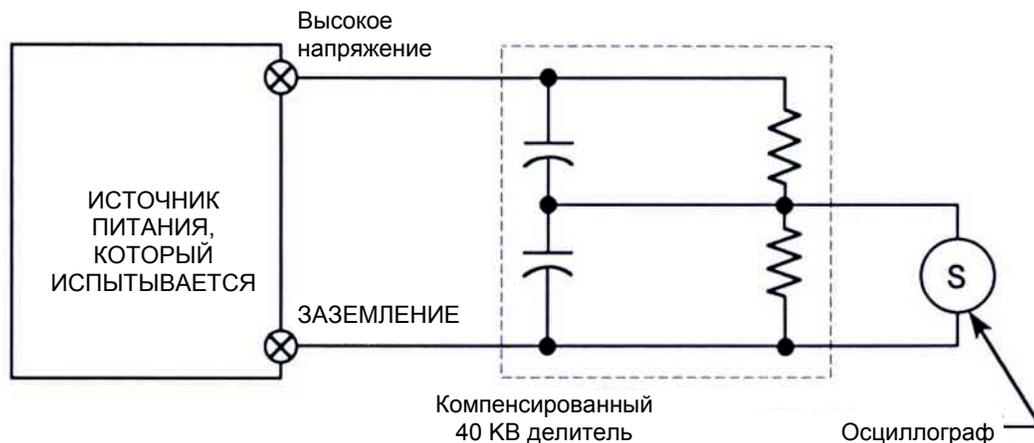

**Рис. 12 Измерение пульсации**
5.5.4 Наблюдайте за динамической реакцией выходного напряжения, используя контрольный прибор пульсации, как показано на рис. 12.
5.6.2 Наблюдайте за динамической реакцией выходного напряжения, используя контрольный прибор пульсации, как показано на рис. 12.
Рис.12 показывает методику использования разделительного конденсатора по постоянному току  $C$ , последовательно соединенного с клеммой на выходе источника питания, для подачи прямо на осциллограф переменной составляющей тока в выходном напряжении  $S$ . Резистор  $R$  и искровой зазор  $SG$  защитят осциллограф от пульсаций выходного напряжения, которые могут передаваться прямо через разделительный конденсатор на осциллограф.